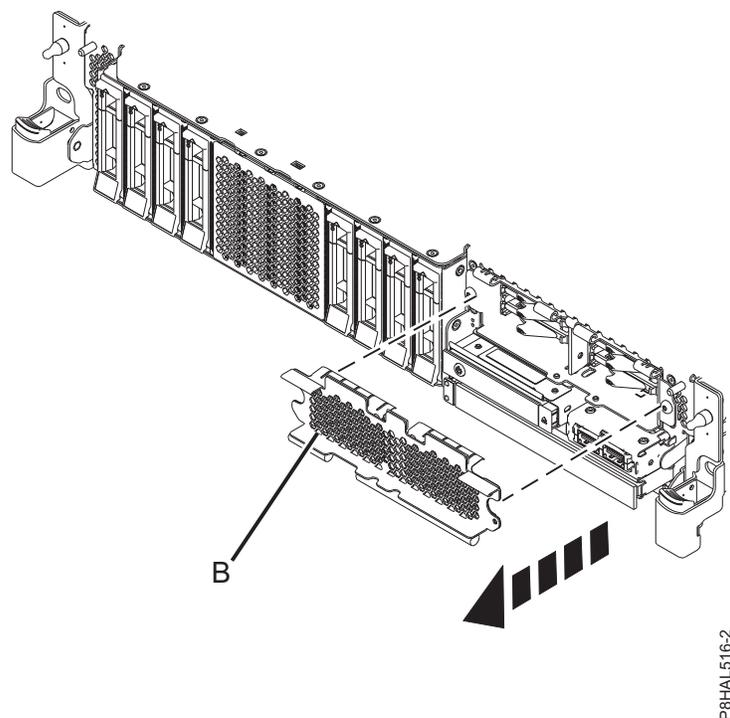

Figure 7. Retrait du cache du compartiment SSD pour accéder aux emplacements SSD d'un système à fonction étendue
3. Pour accéder aux emplacements SSD, retirez le cache perforé (**B**) qui obstrue le compartiment SSD comme illustré dans la figure 7, à la page 11.